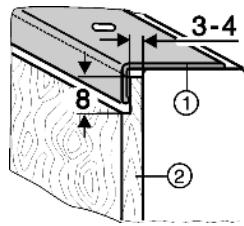

Fig. 10
- Dikkere decorplaten Fig. 10 (2) conform afbeelding reduceren tot maximaal 4 mm dikte.